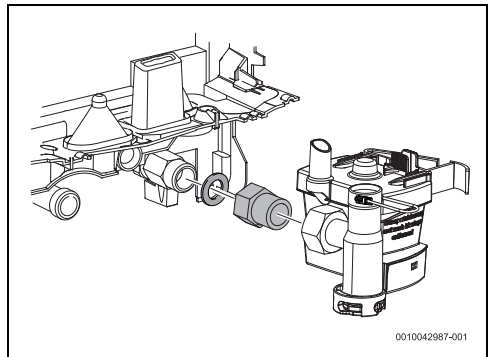

Bild 19 Zusätzliche Buchse
- ▶ Zusätzliche Buchse anbringen, um die ordnungsgemäße Installation des Aquastop-Systems zu ermöglichen (Bild 19).